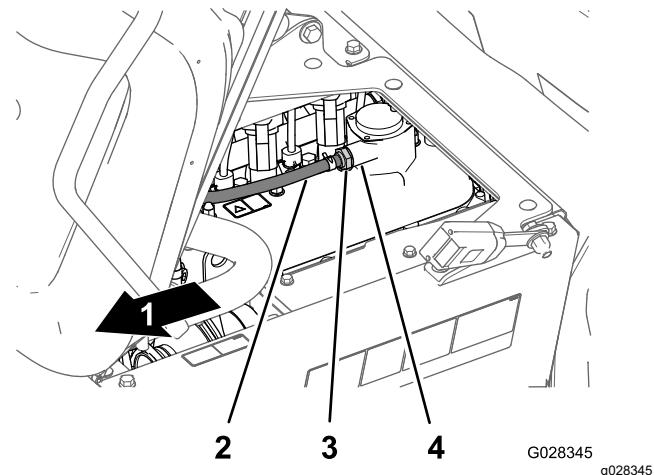

Figura 69
2. Retire la válvula PCV del acoplamiento de la tapa de válvulas (Figura 69).
- no está libre y no suena al sacudirse, sustituya la válvula PCV (Figura 69).
- Introduzca la válvula PCV hasta que quede correctamente asentada en la junta del acoplamiento de la tapa de válvulas (Figura 69).